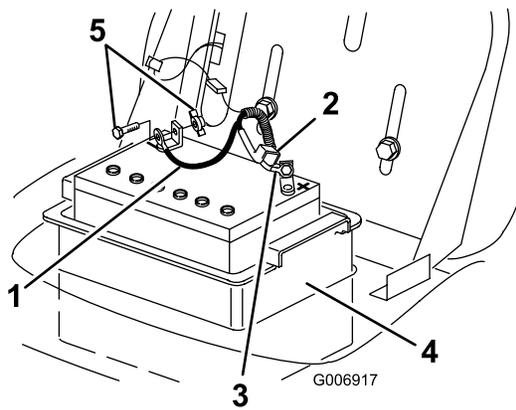

Bild 25
4. Klemmen Sie das Minuskabel (schwarz) vom Batteriepol ab (Bild 25).
5. Schieben Sie die Gummiabdeckung am Pluskabel (rot) nach oben. Klemmen Sie das Pluskabel (Rot) vom Batteriepol ab (Bild 25).
6. Nehmen Sie den Batteriekasten und die Batterie aus dem Rahmen heraus (Bild 25).
1. Setzen Sie den Batteriekasten und die Batterie in den Rahmen ein (Bild 25).
2. Schließen Sie das Pluskabel (rot) mit der Schraube und der Flügelmutter am (+) Pluspol an (Bild 25).
4. Schließen Sie das (schwarze) Minuskabel mit der Schraube und Mutter am (-) Minuspol an (Bild 25).